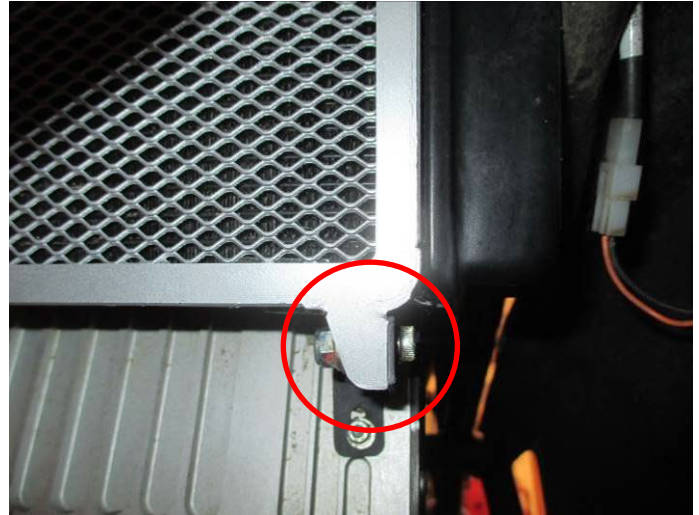

Abbildung 2
- Entfernen Sie die Originalschraube unten am original Kühlerschutz wie in **Abbildung 2** abgebildet.